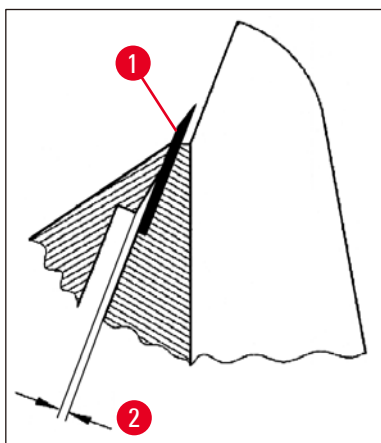

Fig. 37
- Bruk skruen (→ Fig. 36-4) og juster trykkplaten (→ Fig. 36-2) slik at kun den øvre kanten på trykkplaten utøver trykk på bladet. Det må være et synlig mellomrom (→ Fig. 37). En liten skrutrekker (ca. 3,0 x 70) er nødvendig for å gjøre justeringen.